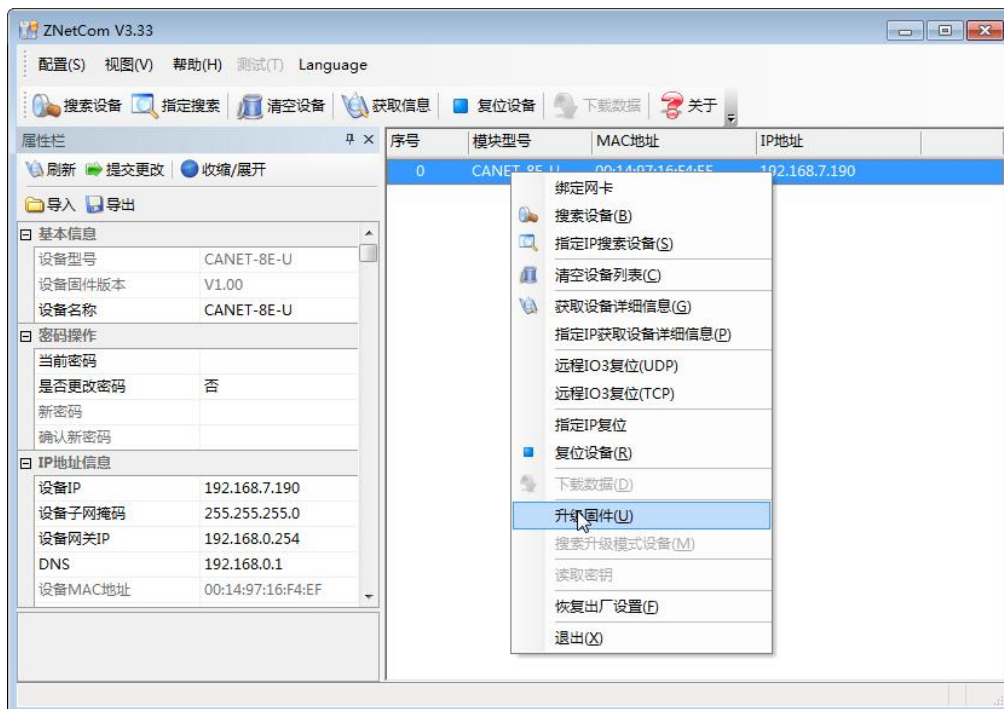

图 6.12 固件升级菜单项
- 在 ZNetCom 软件的设备列表栏中，在列表项选中要升级的设备，点击鼠标右键，出现菜单项，如图 6.12 所示。